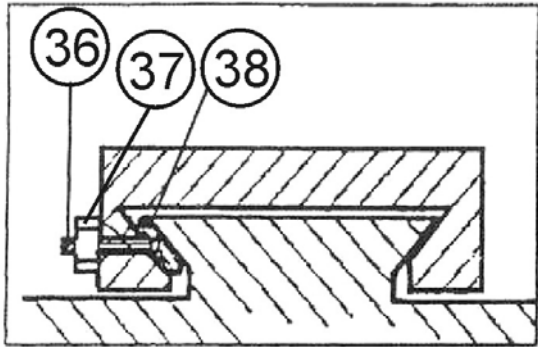

Рис.4
9.2. Регулировка перемещения поперечного суппорта (Рис. 4, 5)